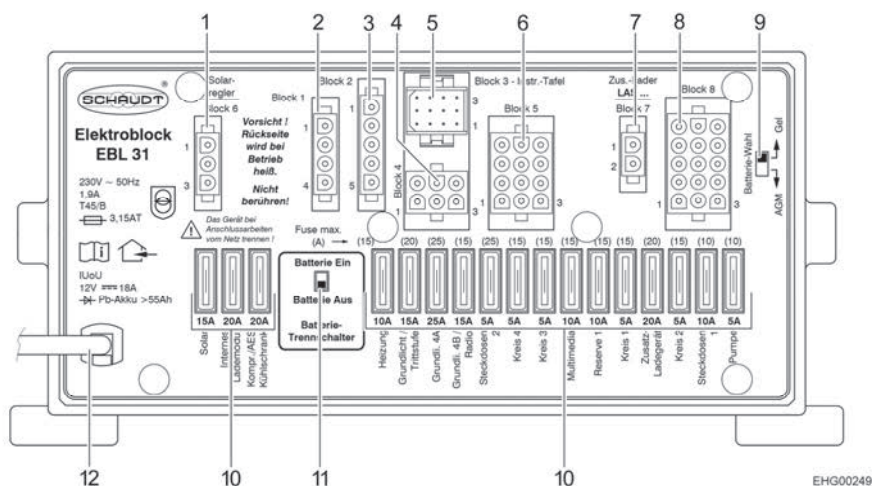

Bild 99 El-block (EBL 31)
- ▷ För alla elektriska 12 V-förbrukare från spänningsförsörjningen och för att undvika urladdning av bodelsbatteriet, ställ in batteri-brytaren (Bild 99,11) på el-blocket på "Batterie Aus" (batteri från).
- Förbrukare som själva el-blocket, panelen, värmaren, solcellsladdningsregulatorn (i förekommande fall) och andra enheter förbrukar en liten mängd standby-ström och laddar därmed, med tiden, ur batteriet i bodeln. Därför bör du ställa batteri-brytaren (Bild 99,11) på el-blocket på "Batterie Aus" (batteri från) om fordonet inte ska användas under en längre tid.